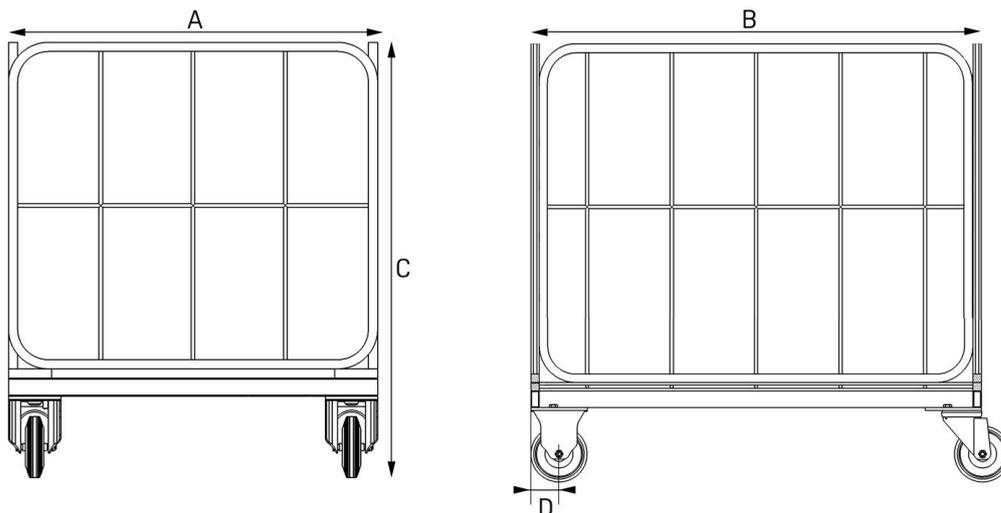

Abbildung 10.2. Transportwagen: Vorderansicht (links) und Seitenansicht (rechts).
- **Breite (Width), Höhe (Height) und Länge (Length):** Hierbei handelt es sich um die Abmessungen des Transportwagens, siehe *Abbildung 10.2*.
- **Versatz nicht lenkbare Räder (Locked wheels offset):** Der Versatz der nicht lenkbaren Räder ist der Abstand zwischen dem Greifpunkt am Transportwagen zur Achse der nicht lenkbaren Räder, siehe *Abbildung 10.2*.
Tabelle 10.1. Erläuterung der Transportwagenabmessungen aus Abbildung 10.2.